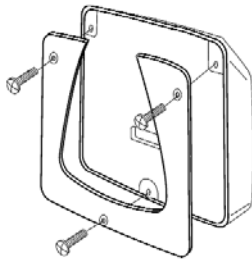

Fig. 1
1. Mit den drei beigefügten M4- Bolzen die Grundplatte an den Rumpfsender schrauben (Fig. 1).